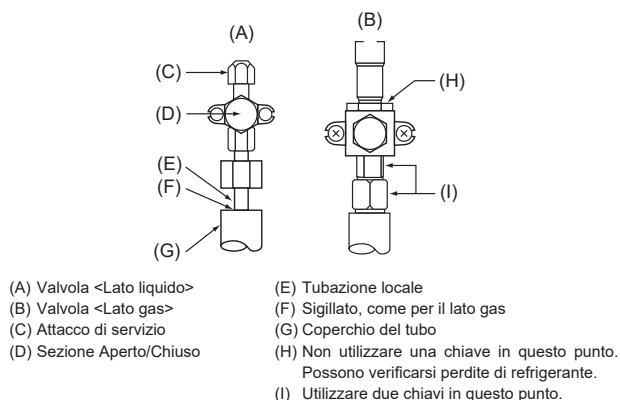

Fig. 4-5
4.4. Tubo del refrigerante e metodo di verifica tenuta (Fig. 4-5)
- Accertarsi che le valvole (A) (B) siano chiuse e non aprirle.
- Aggiungere pressione alle linee del refrigerante attraverso il punto per interventi di servizio (C) della valvola del liquido (A).